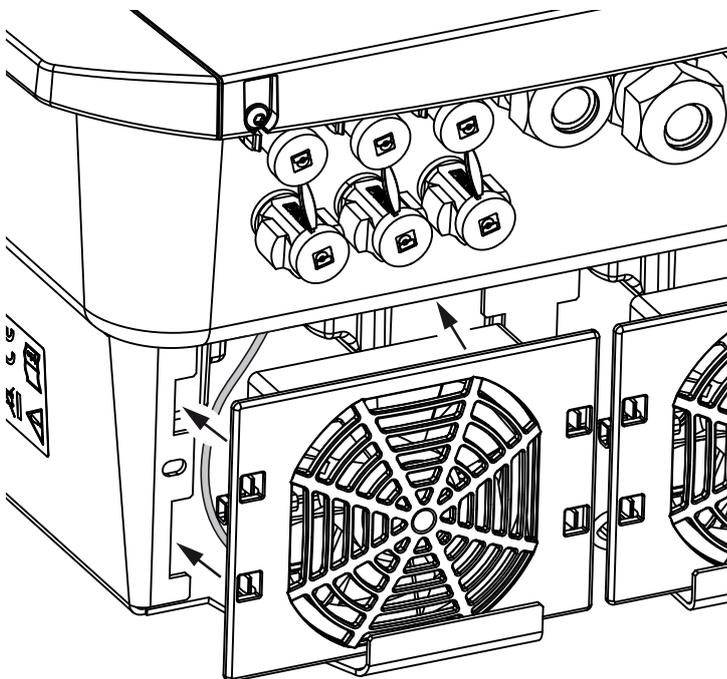

Fig. 77: Monte o ventilador
- O ventilador foi montado corretamente no quadro do ventilador (direção do fluxo de ar).  **Fig. 77**